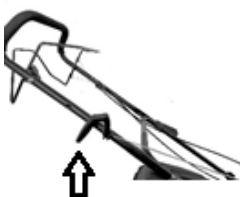

Fig. 2
Deplasati manerul demarorului (5) de la motor la ghidajul cablului. (Fig. 2)